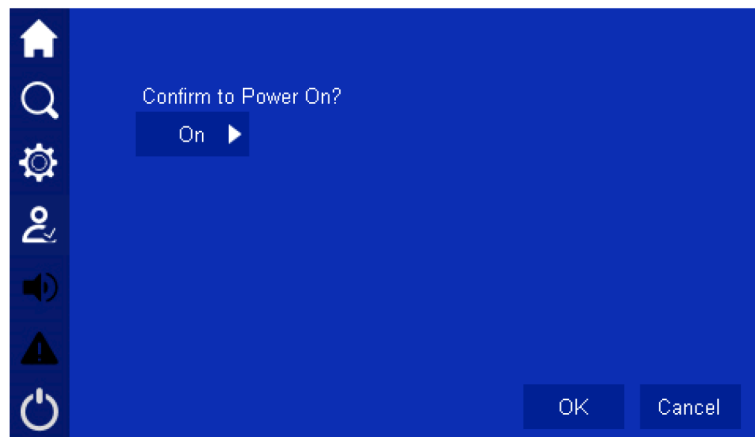

Figura 5-3 Iniciar página de confirmación
4. Haga clic en el icono  en la página de configuración del sistema, ingresará a la página de ON / OFF, haga clic en **Ok** para realizar la operación de inicio, (como se muestra en la figura 5-3).